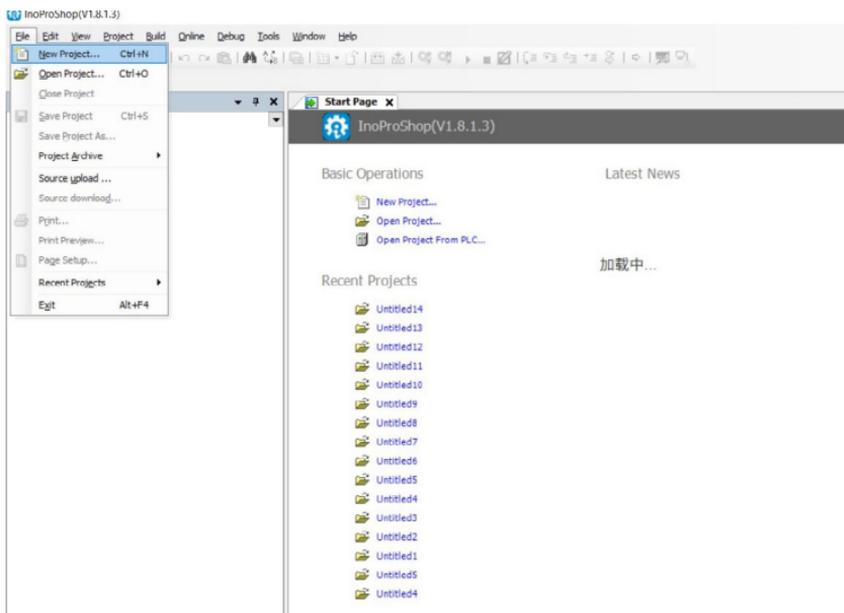

Рисунок 6.2 – Создание нового проекта
1) Создайте новый проект: меню «File» – «New project» (рис. 6.2).